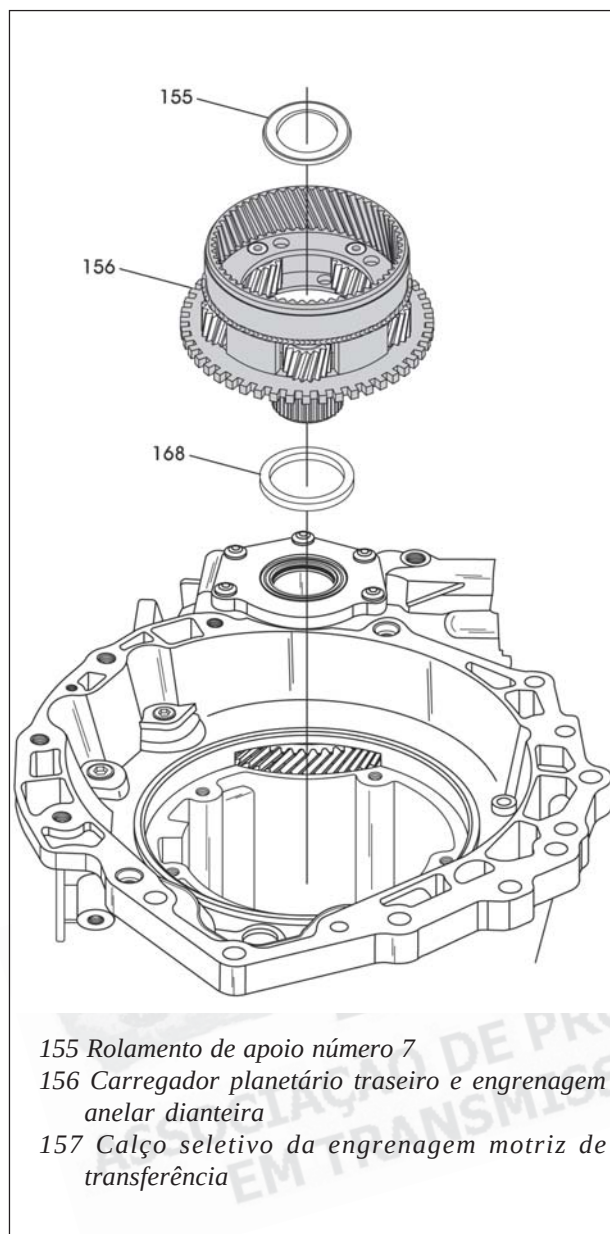

Figura 79
71. Remova o conjunto do carregador planetário traseiro e o rolamento de apoio número 7 da carcaça, conforme mostra a figura 79.